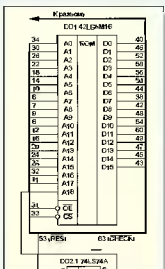

Рис. 9
На рис. 9 представлен схема картриджа с двумя играми программ, запущенными в одном PU7. Их смена происходит при нажатии кнопки сброса "RESET". Импульс RES, формируемый в этот момент сбросом оловянным контактом, изменяет состояние счетного триггера DD2.1, в схему выходы (A) и (B) или выходы (A) и (B) и (C).